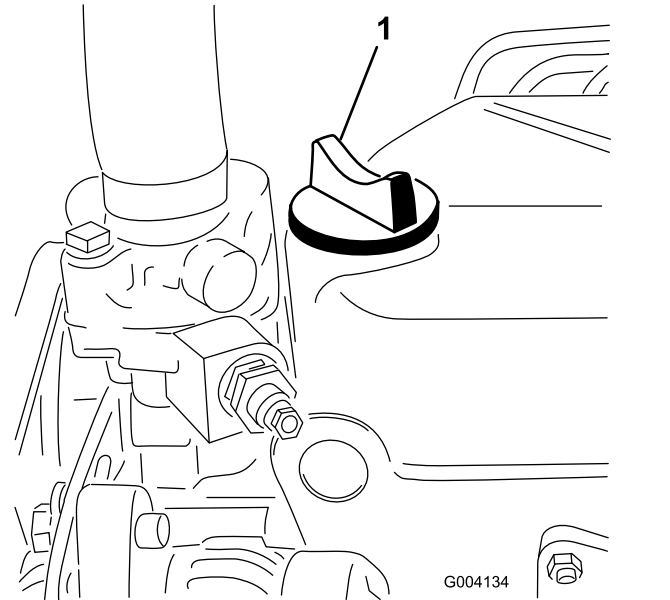

Figura 24
5. Si el nivel de aceite está por debajo de la marca Lleno, retire el tapón de llenado (Figura 24) y añada aceite hasta que el nivel llegue a la marca Lleno de la varilla. **No llene demasiado.**